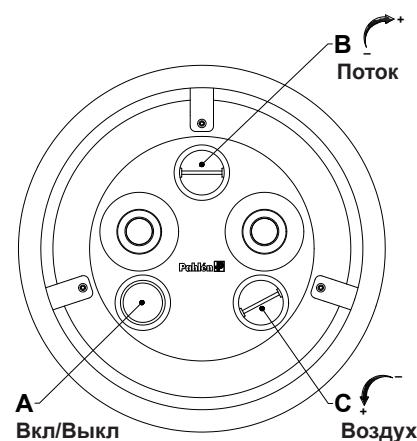

Рис.1.
9. Мощность потока может регулироваться при помощи ручки (В рис. 1), расположенной над соплами. Струю со смешиванием воздуха можно получить, вращая ручку (С рис.1), расположенную под соплами.
8. Проверьте, что направление вращения электромотора совпадает с направлением вращения указанным на корпусе насоса. Откройте вентили. Полностью заполните насос водой перед запуском при помощи стартовой кнопки (А рис.1) на панели из нержавеющей стали.
9. Мощность потока может регулироваться при помощи ручки (В рис.1), расположенной над соплами. Струю со смешиванием воздуха можно получить, вращая ручку (С рис.1), расположенную под соплами.
Проверить перед запуском, открыты ли все впускные и выпускные вентили. Jet Swim-насос запускается и останавливается при помощи воздушного импульса с использованием стартовой кнопки (А), панель из нерж.стали, см. рис. 1. Мощность потока может регулироваться при помощи ручки (В), см. рис. 1. Струю со смешиванием воздуха можно получить, вращая ручку (С), расположенную под соплами, см. рис. 1.